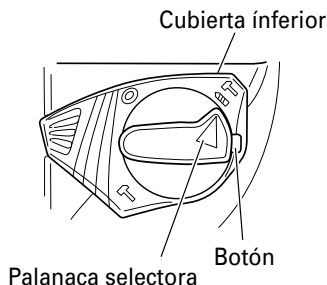

Fig. 6
(1) Cambio a "rotación + martilleo"
- (b) Alinee la marca ▲ de la palanca selectora y **BT** del sujetador de palanca, tal como se muestra en la Fig. 6.